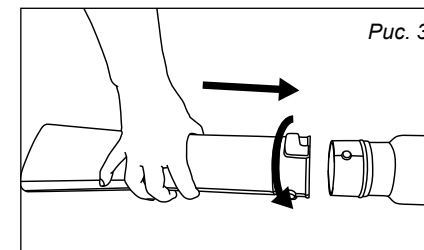

Рис. 3
2. Установите патрубок **B2** (рис. 3).